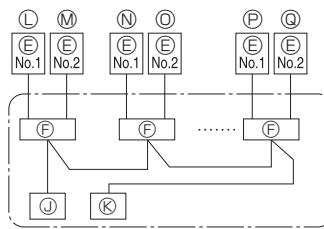

Fig. 6-2
6.1. Utomhusenhet (Fig. 6-1, Fig. 6-2)
- (1) Ta bort servicepanelen.
- (2) Hänvisa till fig. 6-1 och fig. 6-2 när kablar dras.